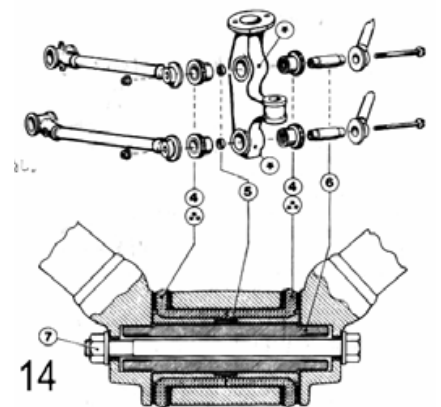

Рис.14
2. В 1981 году внедрен резиново-металлический подшипник, рис.14.
.Резиново-металлическая втулка (не модифицированная), как изображено на рис. 14, 15.